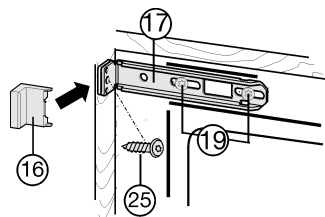

Fig. 17
- Schroeven Fig. 17 (19) iets losdraaien.
- Bovenste bevestigingshoek Fig. 17 (17) met spaanderplaatschroef Fig. 17 (25)  $\varnothing 4 \times 19$  aan de meubelwand vastdraaien.
- Het uitstekende uiteinde van de afdekking Fig. 17 (16) afbreken.
- Schroeven Fig. 17 (19) aandraaien.
- Afdekking Fig. 17 (16) plaatsen.